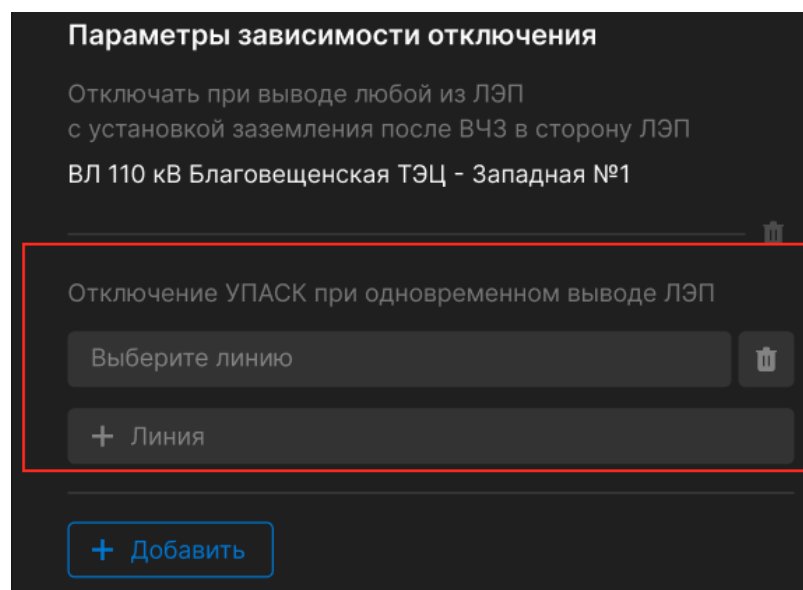

Рисунок 5.32 Выбор линии связи для формирования параметра отключения УПАСК/УТМ
4. Указать линии связи, при отключении которых, будет отключено устройство УПАСК/УТМ (Рисунок 5.32). Для выбора доступны те линии связи, которые выполняют все условия: